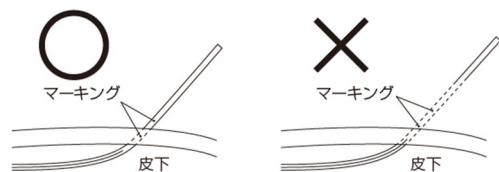

図6
- 1)留置位置表示マークが2個とも体表面に出ていないことを確認すること。マーキングが2個とも体表に出ていないと、吸引部が体表に露出し、エアリークによる吸引特性の低下、および感染の危険性がある。（図6）